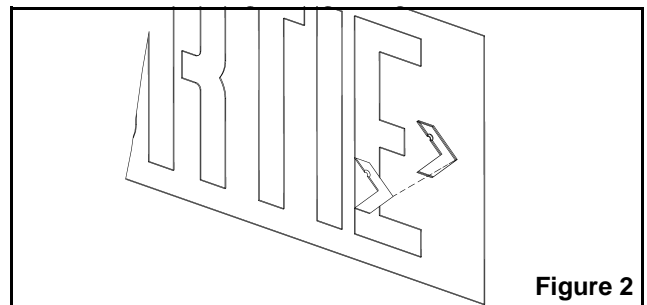

Figure 2
4. Remove the appropriate chevron(s) on the exit sign by supporting the exit face on either side of the chevron and carefully knock out with a screwdriver from the rear (see fig. 2).
3. Pour ouvrir l'enseigne, retirer la plaque d'extrémité (voir fig. 1) et glisser la face découpée et le diffuseur; soutenir la face découpée avec deux morceaux de bois et pousser doucement sur les flèches à partir de l'arrière de la plaque à l'aide d'un tournevis (voir fig. 2).